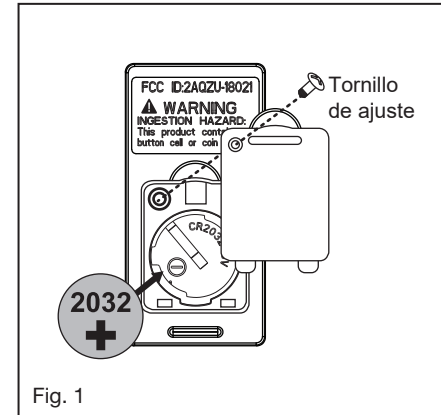

Fig. 1
1. Inserte el controlador en el soporte de montaje en techo con el lado plano del controlador mirando hacia el techo (Fig. 1). Para obtener el mejor rendimiento, asegúrese de que la antena negra y la antena WIFI, en el extremo del controlador, permanezcan extendidas y no enredadas con ninguno de los cables eléctricos.
Retire el panel del transmisor y luego instale una batería 2032 (incluida). Necesita utilizar un destornillador para abrir o cerrar la tapa de la batería. Para evitar daños al transmisor, retire la batería si no la usa durante períodos prolongados (Fig. 1)